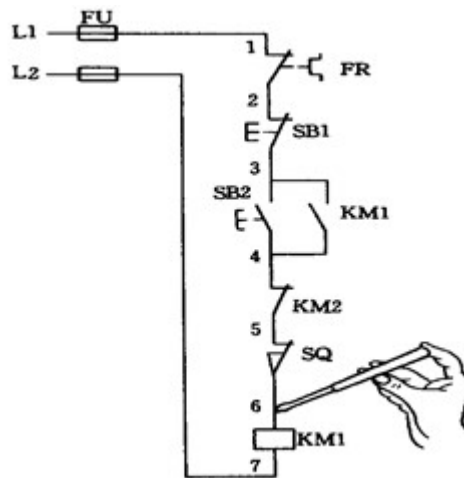

Figura 4.2.1 Solución de problemas del interruptor automático con un bolígrafo eléctrico
(1) Método de reparación de pluma eléctrica El método para reparar la falla de circuito abierto con una pluma eléctrica se muestra en la Figura 4.2.1. Durante la inspección, use la pluma eléctrica para probar los puntos 1, 2, 3, 4, 5, 6 y 7 en la figura y presione el botón SB2. Cuando el bolígrafo eléctrico mide qué punto no es brillante, es la desconexión.